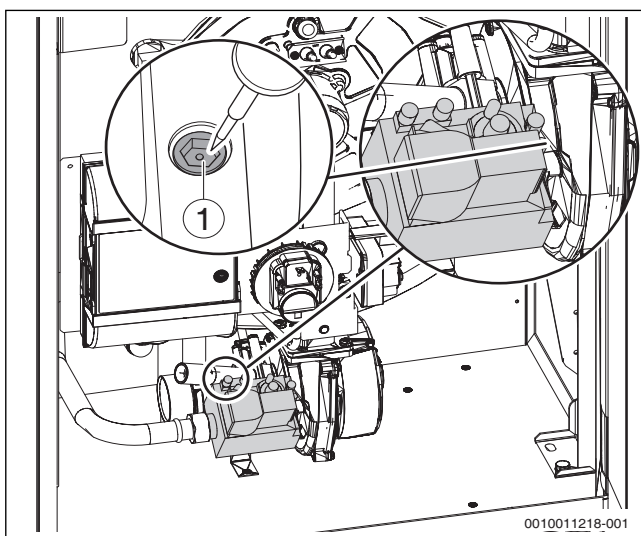

Bild 55 CO2-Einstellung bei Volllast vornehmen
- ▶ Bei CO2-Werten < 8,5 % oder > 9,6 % die Einstellung an der Volllast-Einstellschraube korrigieren (→Bild 55 und Tabelle 12).